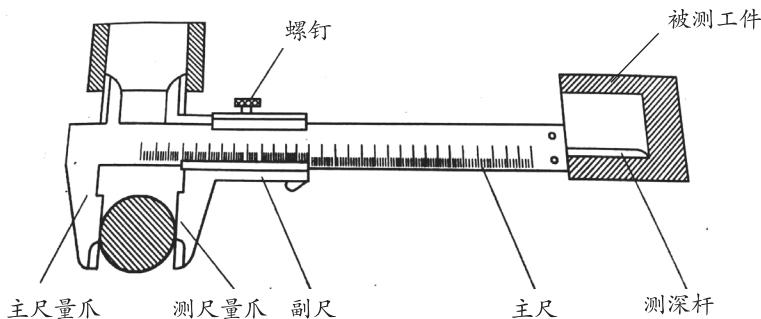

图1-2 带有测深杆的游标卡尺
②游标卡尺的读数装置是由主尺和副尺两部分组成，当副尺量爪与主尺量爪密合时，副尺零线与主尺零线对准。在量取工件尺寸时，向右移动副尺使副尺量爪与主尺量爪离开并与被测面接触。当需要微动调节时，先拧紧滑块上的螺钉，然后松开副尺上的螺钉，转动微调螺钉，通过螺杆使副尺微动。量得尺寸后，可拧紧副尺上的螺钉使副尺紧固，这时两个量爪之间的距离即为工件尺寸，工件尺寸的毫米整数部分可由主尺刻度读出，毫米小数部分可由副尺及主尺相互配合读出。图 1-2 所示的是带有测深杆的游标卡尺。